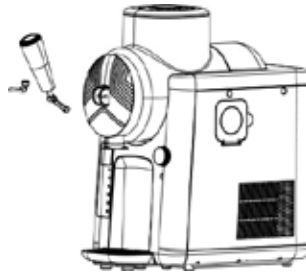

Abb. 4
12. Führen Sie nun den Zapfhahn in die Öffnung ein und setzen Sie den Sicherungstift ein, um den Zapfhahn zu befestigen (Abb. 4): Dafür müssen